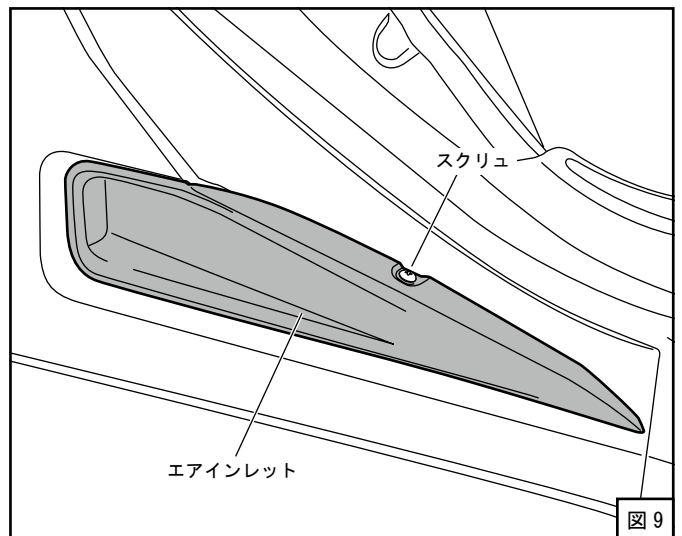

図 9
- (1) スクリュー1本を外し、エアインレットを取外してください。(スクリューは再使用します)(図9)
- (2) サイドエアインテークダクトをいったん仮置きし、取付位置と両面テープが貼付く位置を確認してください。
- (3) サイドエアインテークダクトを外し、ダクト接着面の砂・ホコリ等を取り除いてください。
- (4) 付属のクリーナーキットで両面テープ貼付け位置の下処理を行ってください。